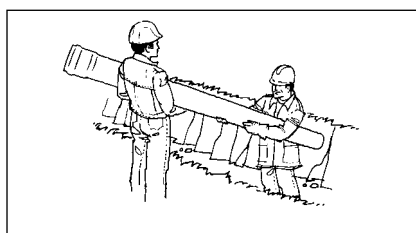

Рис. 11.
3. Трубы малого диаметра можно укладывать в траншею вручную (Рис. 11).